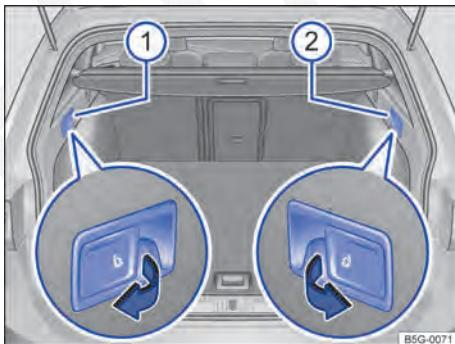

Fig. 52 No compartimento de bagagem: alavanca de destravamento à distância para a parte esquerda ① e a para parte direita ② do encosto do banco traseiro.
- Puxar a alavanca de destravamento à distância para o encosto do banco traseiro esquerdo ⇒ Fig. 52 ① e direito ② no sentido da seta. A parte destravada do encosto do banco traseiro é rebatida automaticamente para frente.